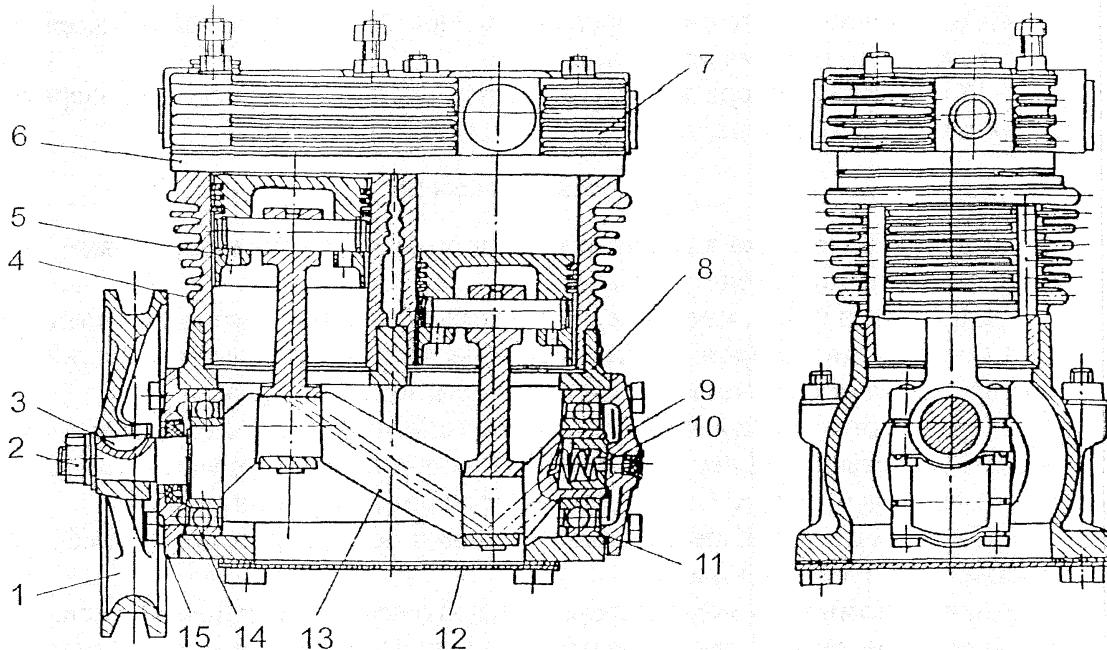

Рис. 78 – Компрессор:
2. Расшплинтовать и отвернуть гайку 2 с шайбой крепления (рис.78) шкива. Снять шкив 1 с помощью пресса и выбить сегментную шпонку из паза.
После испытаний установить компрессор на двигатель и отрегулировать взаимное положение ручьев шкивов вентилятора и компрессора. Регулировку производить с помощью прокладок 2 (см. рис.78).